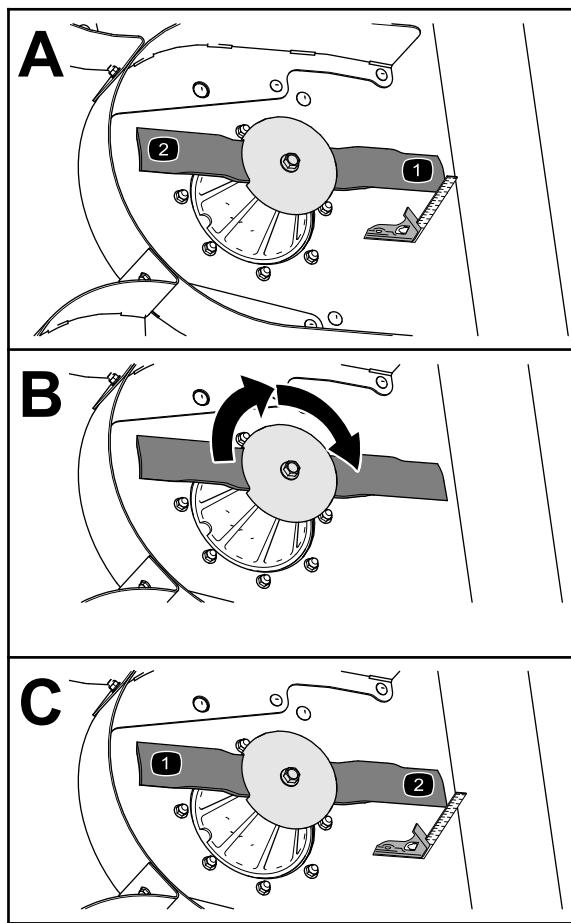

Figura 72
3. Utilice una escuadra combinada para medir la distancia entre el área limpia de la carcasa y la punta del filo de corte (Figura 72).
4. Gire la cuchilla 180° (Figura 72).
5. Mida la distancia entre el área limpia en la carcasa y la punta del borde de corte (Figura 72).